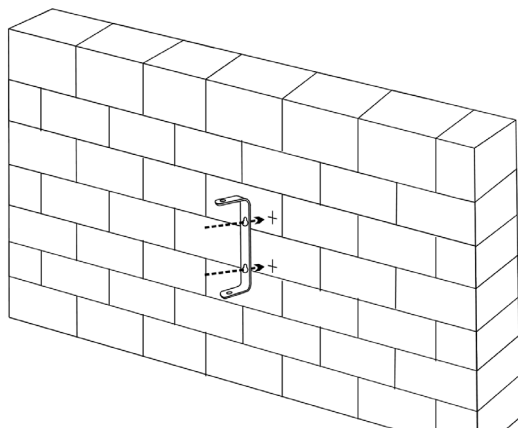

Abb. 2: Montage
Schritt 1: Wählen Sie eine geeignete Position an der Wand (Abb. 2).